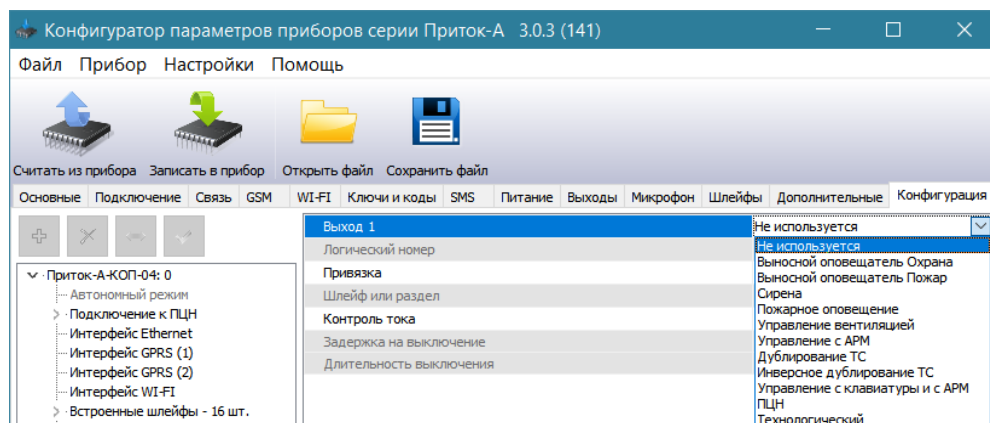

Рисунок 6
- Поле **«Выход x»** - тип объекта управления (см. рисунок 6 и таблицу 3).